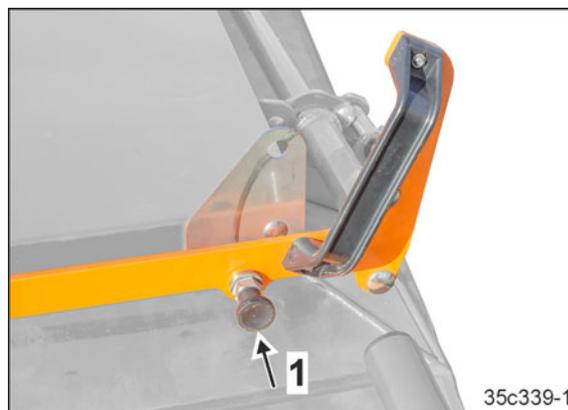

Рис. 260
4. Убедитесь, что подпружиненный палец зафиксировался (Рис. 260/1).